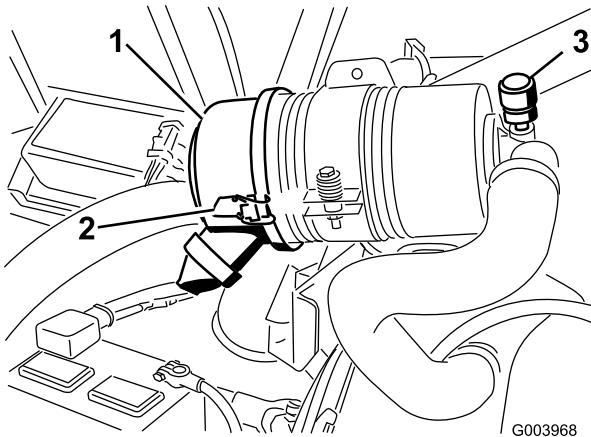

Figura 61
Effettuate la manutenzione del filtro dell'aria quando l'indicatore (Figura 61) lo richiede. Sostituendo il filtro dell'aria prima del necessario si aumenta il rischio che la morchia penetri nel motore quando si toglie il filtro.
1. Rilasciate i fermi che fissano il coperchio del filtro dell'aria al relativo corpo (Figura 61).